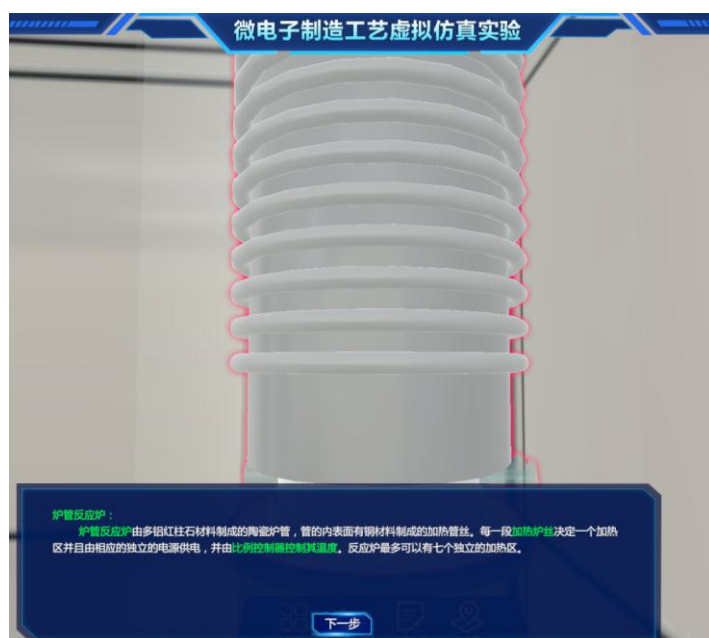

图 5-4 设备结构介绍
1) 介绍设备结构：鼠标左键点击“设备”，弹出设备介绍信息，点击“下一步”继续介绍设备相关结构，设备结构介绍如图 5-4 所示。